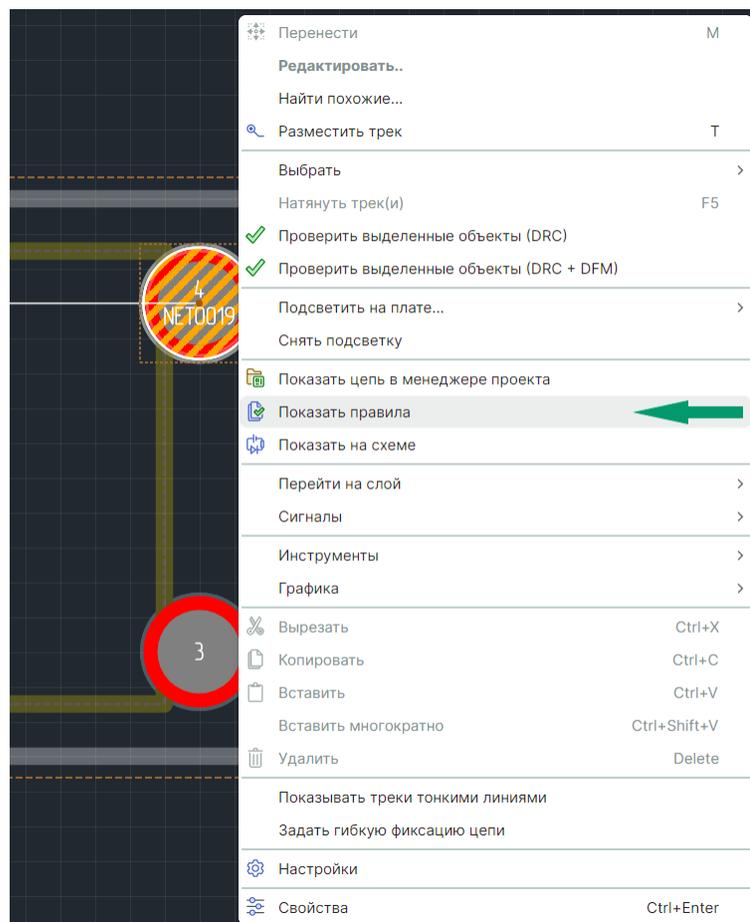

Рис. 224 Вызов редактора правил для цепи
2. Вызовите контекстное меню и воспользуйтесь пунктом «Показать правила», см. Рис. 224.